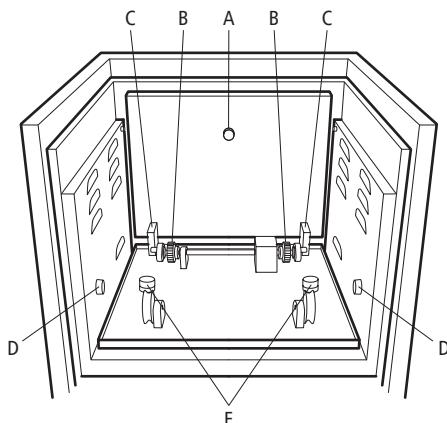

Abbildung 4: Antriebskomponenten des Inkubators INC-200D-H
- 5.4 Die Rotisserie auf dem Rotationsmechanismus des Inkubators platzieren. Dabei muss sichergestellt werden, dass die gezahnten Bänder an beiden Enden der Rotisserie auf die Stahlzähne des Rotationsmechanismus auf der Rückseite des Inkubators gesetzt werden (Abbildung 4, B). Die Plastikflansche der Rotisserie müssen mit den kleinen Rädern auf dem Boden des Inkubators übereinstimmen. Anschließend die Inkubatortür schließen.
- 6.2 Die Plattform an ihrem Griff (Abbildung 4, A) aus ihrer Transportposition herausnehmen, nach vorne schieben und auf dem Schüttelmechanismus platzieren. Dazu müssen die seitlichen Stifte der Plattform in die Halterungen (D) an den Seitenwänden der Inkubatorkammer eingesetzt werden. Dabei müssen die Nylonblöcke (C) an der Unterseite der Plattform auf den Stiften (E) aufliegen, die aus dem Rüttelmechanismus an der Rückseite des Inkubators herausragen.